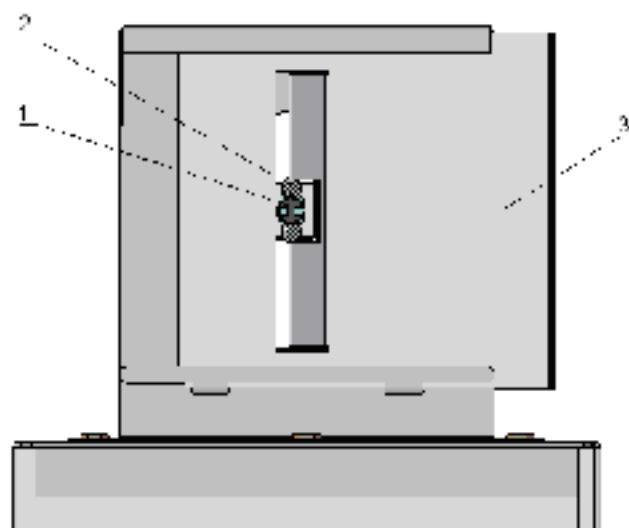
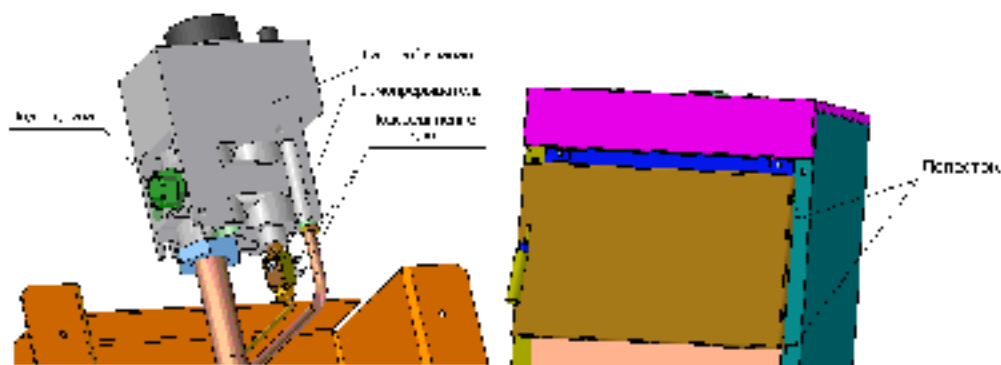

Рис. 16 Дымоход котлов КС-ТТ/ТТВ-12/16...; КС-ТТ/ТТВ-16/20...
Рис. 18 Места подсоединений
7.4 На дымоход котла необходимо установить термостат (датчик тяги из комплекта УГ) табл. 2 и рис. 16, 17.
На разъёмы термопрерывателя (рис. 18) подсоединить провода из комплекта УГТ (табл.2). Провода завести под лепестки (рис. 18) на правой боковине котла, провести через прорезы под крышку котла (крышку предварительно снять), вывести на заднюю стенку и подсоединить на выводы термостата (датчика тяги) рис. 16, 17.